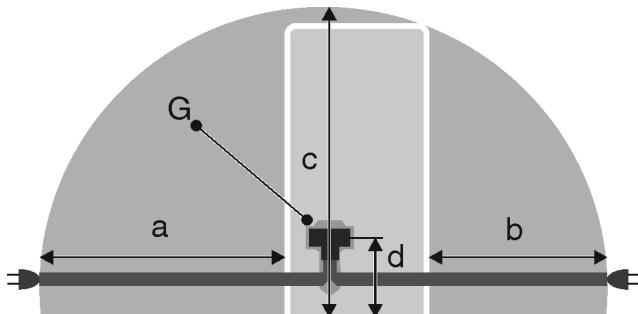

Fig. 55 Комбинация из холодильных и морозильных агрегатов / морозильные агрегаты / полноразмерные устройства BioFresh*
- Розетка находится не за устройством, а в зонах a или b Fig. 55 (a, b, c).
- Штекер устройства Fig. 55 (G) подсоедините с задней стороны устройства. Следите за правильной фиксацией.